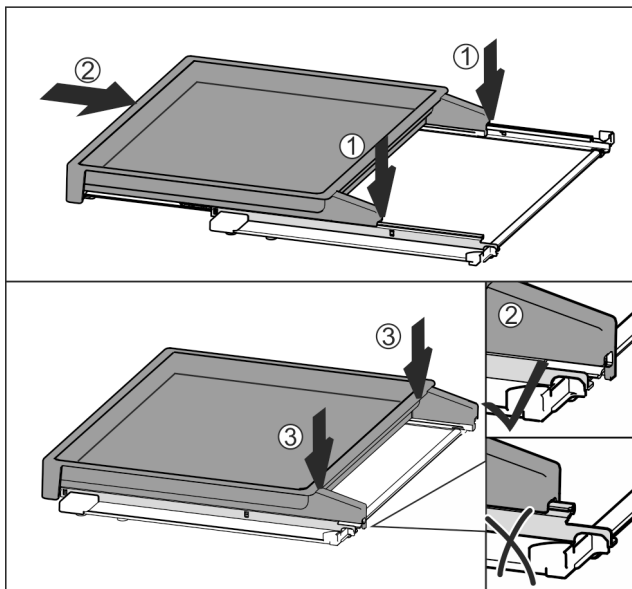

Fig. 41
- ▶ Встановіть по центру на рейки Fig. 41 (1).
- ▶ Повністю вставте витяжну панель Fig. 41 (2).
- ▶ Натиснути на задній бік, доки вона не зафіксується зі звуком Fig. 41 (3).